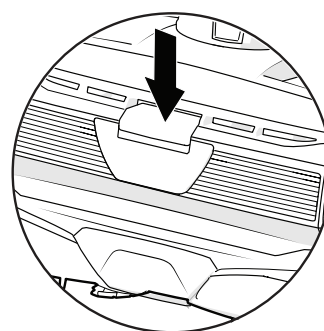

Figure 12. Loquet du bouton de dégagement
1. Pour ouvrir le couvercle, pousser le loquet du bouton de dégagement qui se trouve sur le dessus du nettoyeur (figure 12).